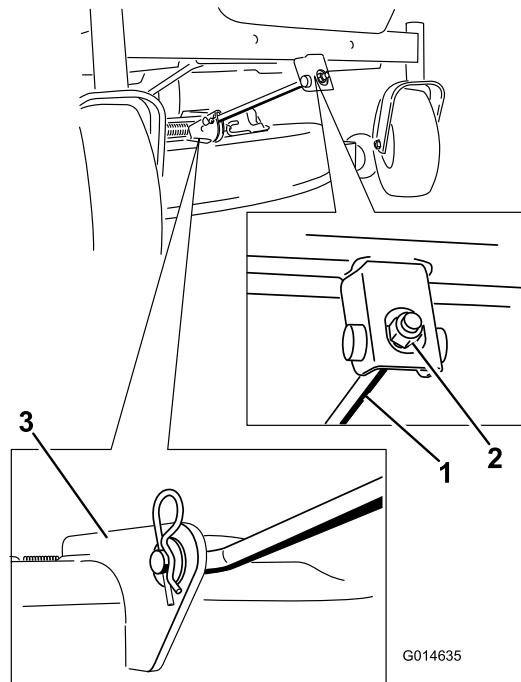

Figura 67
4. Retire la chaveta de la varilla de soporte delantera y retire la varilla del soporte de la carcasa (Figura 67).
- Conecte la varilla de soporte delantera a la carcasa de corte con el pasador y la chaveta (Figura 67).